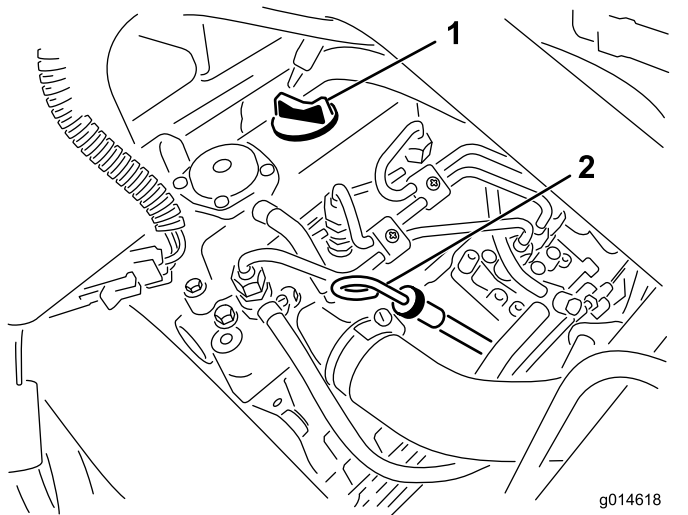

Figure 31
2. Retirez la jauge et essuyez-la sur un chiffon propre (Figure 31).